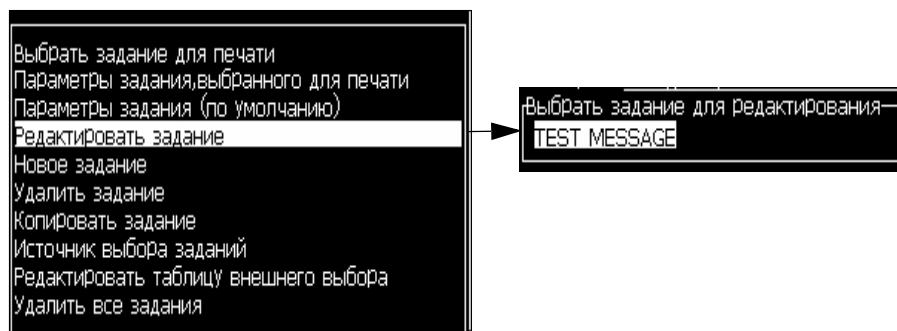

Рисунок 5-51: Опция *"Edit Message"* (редактировать сообщение)
- 2 Выберите опцию *"Edit Message"* (редактировать сообщение). Появится диалоговое окно *"Select Message To Edit"* (выбор сообщения для редактирования). Смотрите Рисунок 5-51.